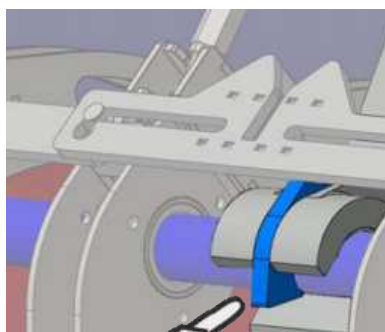

Fig. 1
3. Ancorare la fresatrice allo stelo superiore cilindro agendo sul dispositivo di sgancio (Fig. 1)